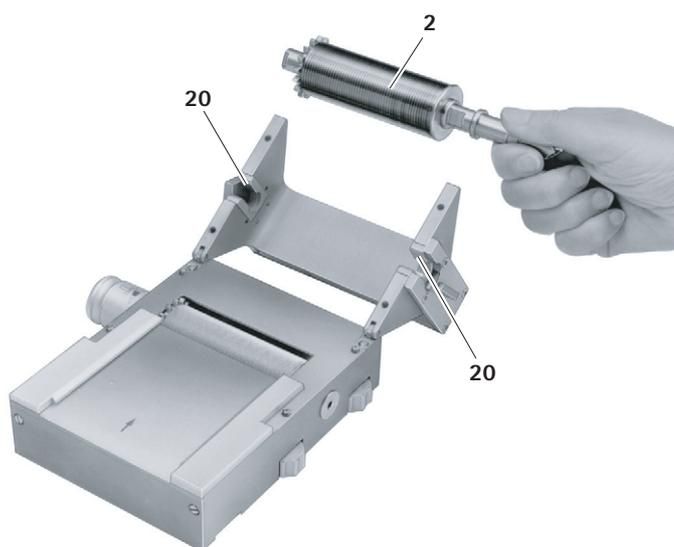

Fig. 4
- Tourner le cylindre de coupe 2, ce faisant le sortir de ses appuis 20, voir Fig. 4.
- Poser le cylindre de coupe 2 dans les deux appuis 20, voir Fig. 4.